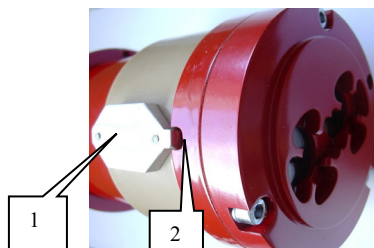

Рисунок 4 – Боковая сторона Извещателя
Если необходимо, чтобы выходной сигнал не содержал сигнал тревоги, то на ИП 330-4-1 «ВЕГА» должен быть магнитный ключ (Рисунок 4). В этом случае, срабатывание ИП 330-4-1 «ВЕГА» контролируют только визуально посредством индикаторных светодиодов, которые при сигнале «ПОЖАР» должны светиться постоянно. Если извещатель не прошёл испытание успешно, необходимо выполнить процедуры, описанные в разделе «Возможные неисправности и их устранение».
- к выемке на извещателе (рисунок 4) поднести магнит (будет слышен щелчок реле),